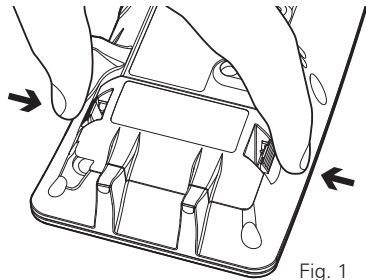

Fig. 1
1. Retirez le couvercle de la batterie à l'arrière de l'appareil en appuyant sur les languettes de chaque côté du couvercle tel qu'indiqué (Fig. 1).